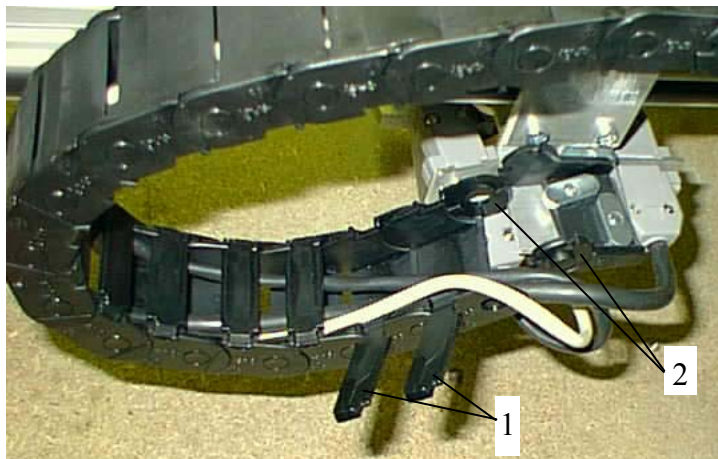

Рис. 12.2. Кабелеукладчик
- * Вытащить провод из кожуха кабелеукладчика (см. Рис. 12.2). На каждом звене пластмассового кабелеукладчика имеются крышки (1), которые можно поддеть и открыть отверткой.
- * Чтобы вынуть кабель, надо с помощью отвертки снять последние звенья кабелеукладчика (2).